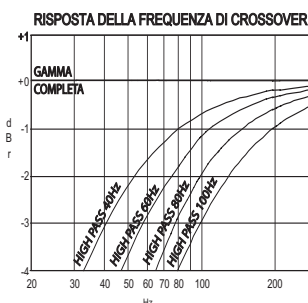

FIGURA 8
9. biamp (selezione frequenza di crossover): se si utilizzano altoparlanti da scaffale di piccole dimensioni, in combinazione con un subwoofer amplificato (fare riferimento alla sezione **PRE OUT 2** in Comandi e connessioni del pannello posteriore), l'M3 consente di configurare la frequenza di crossover in modo che corrisponda alla risposta bassa degli altoparlanti. Premere il pulsante **biamp** per spostarsi all'interno della sequenza dei filtri. Una pressione più lunga di un secondo determinerà l'avanzamento della selezione della frequenza di crossover, secondo l'ordine seguente: BIAMP CROSSOVER FULL RANGE, HIGH PASS 40 Hz, HIGH PASS 60 Hz, HIGH PASS 80 Hz, HIGH PASS 100 Hz, quindi nuovamente FULL RANGE. Rilasciare il pulsante **biamp** per interrompere la sequenza. La figura 8 mostra esempi di diagrammi di risposta della frequenza di crossover (per informazioni sulle modalità di connessione di un subwoofer, fare riferimento alla sezione **PRE OUT 2** in Comandi e connessioni del pannello posteriore).